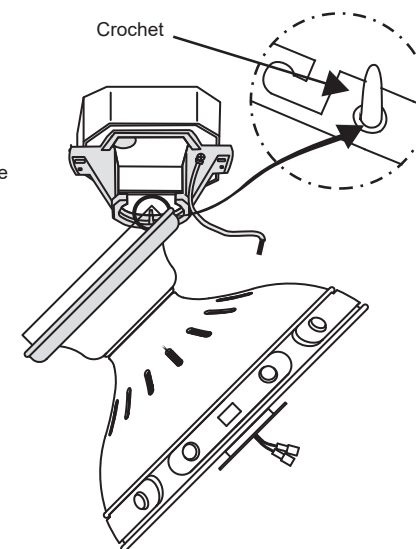

Fig. 10
Étape 3. Pour suspendre le ventilateur au support de montage au plafond, insérez le crochet dans le bord intérieur du support de montage au plafond à travers l'un des trous de vis du capot du plafond (Fig. 10). Cela vous permettra d'avoir les deux mains libres pour effectuer les connexions de câblage.